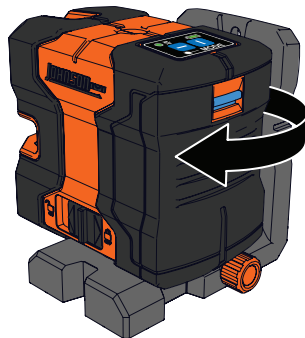
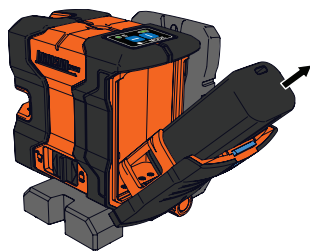

Figure 3
Figure 5
1. Si une pile Li-ion est insérée dans l'appareil, ouvrir le compartiment de la pile. (Figure 3 - Figure 5)
1. Faire pivoter le laser à croix de manière à ce que l'arrière de l'appareil soit accessible. (Figure 3)
3. Retirer le boîtier à pile du compartiment à piles. (Figure 5)